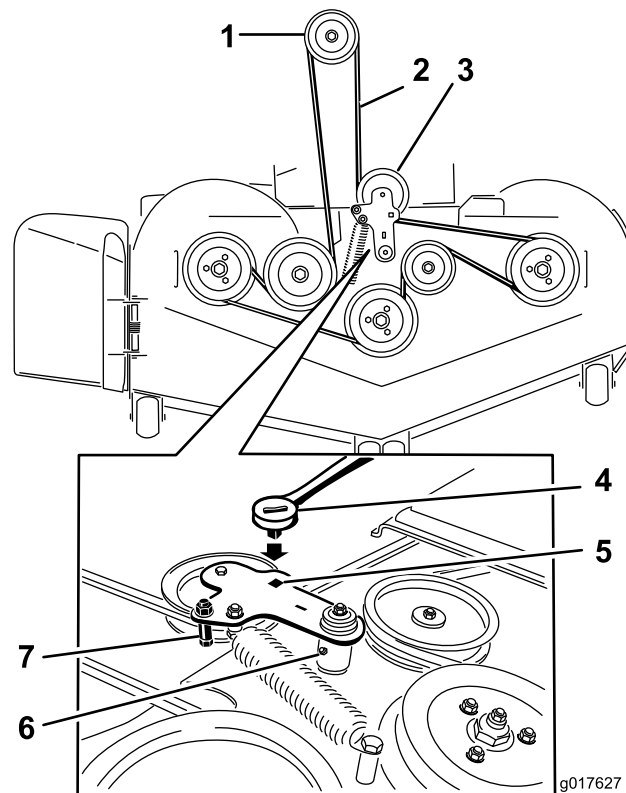

Figure 82
5. Soulevez le plancher et insérez un rochet dans le trou carré de la poulie de tension du plateau (Figure 82).
6. Tournez la poulie de tension dans le sens horaire et retirez la courroie du plateau (Figure 82).